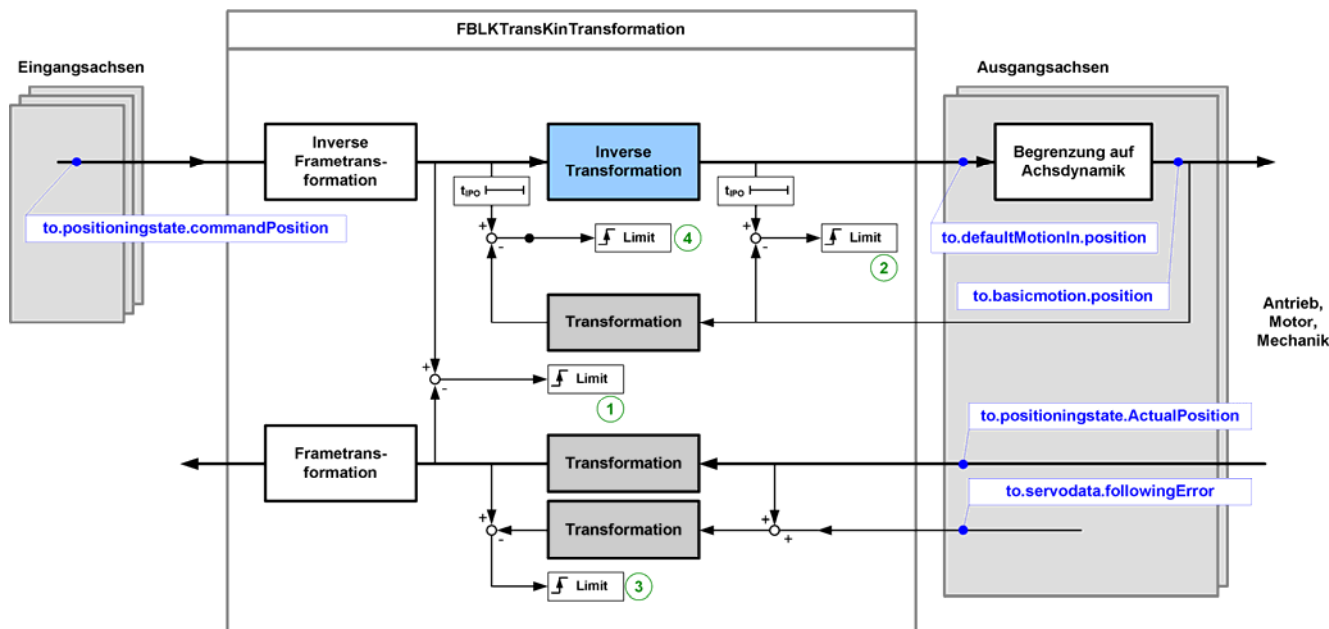

Bild 6-11: Übersicht FBLKTRansKinTransformation mit Überwachungen
- Überwachung der aktuellen Bahnabweichung (im Bild 6-11 mit 1 gekennzeichnet, Details werden in Kapitel 6.2.8.1 beschrieben)
- Überwachung der Bahnsollwertabweichung (im Bild 6-11 mit 4 gekennzeichnet, Details werden in Kapitel 6.2.8.2 beschrieben)
- Überwachung des Bahnschleppabstand (im Bild 6-11 mit 3 gekennzeichnet, Details werden in Kapitel 6.2.8.3 beschrieben)
- Überwachung des Achssollwertes (im Bild 6-11 mit 2 gekennzeichnet, Details werden in Kapitel 6.2.8.4 beschrieben)